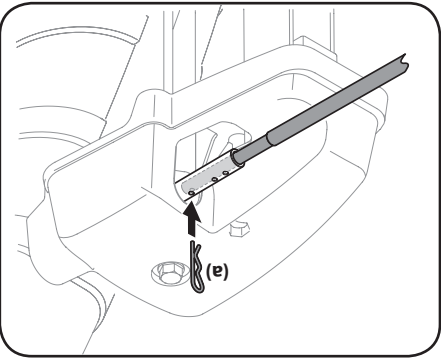

Figure 3-9
2. Enfoncez la tige de commande de la goulotte jusqu'à ce que le trou soit aligné avec le 3e trou de l'ensemble de rotation. Voir la figure . See Figure 3-9.
3. Enfoncez à nouveau la goupille fendue dans ce trou et celui de la tige de commande, comme à la Figure 3-9.